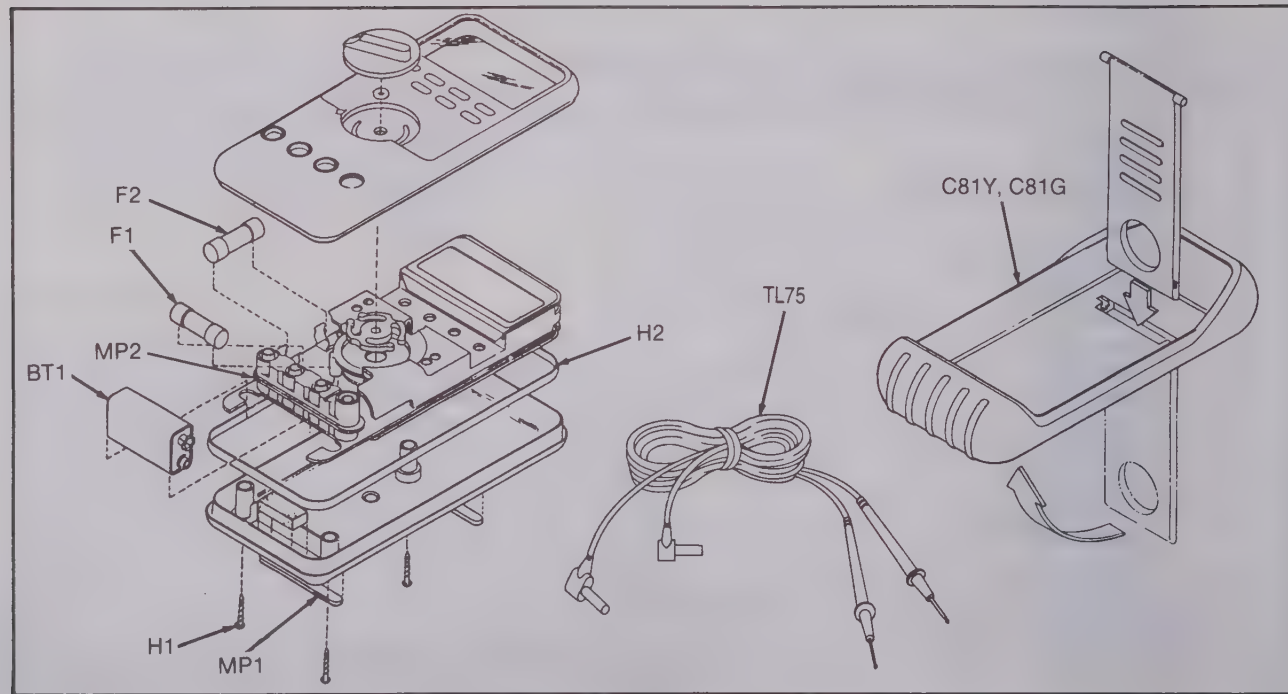

Abbildung 6. Ersatzteile
Ersatzteile sind in Abbildung 6 gezeigt, und in Tabelle 6 aufgeführt. Zur Bestellung von Ersatzteilen in der Bundesrepublik Deutschland rufen Sie (089) 9605x-x264 an. Für Bestellungen außerhalb der BRD wenden Sie sich an das nächstgelegene Kundendienstzentrum.